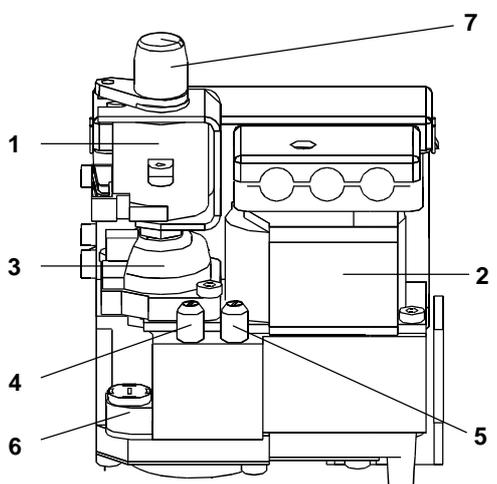

Bild 3
- I. Vor Erstinbetriebnahme die Gaszuleitung über die Entlüftungsschraube im Meßstutzen (5, Bild 3) am Gaskombinationsventil entlüften.
- Die gelbe Abdeckkappe (7, Bild 3) der Modulationsspule (1) abnehmen